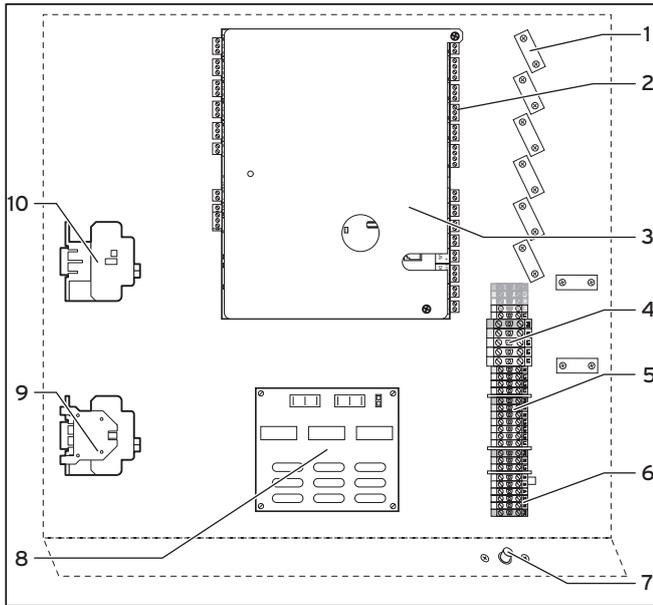

Abb. 5.1 Elektro-Schaltkasten
Legende zu Abb. 5.1
- Montieren Sie die Platine des Anlaufstrombegrenzers, wie in dessen Anleitung beschrieben, unter der Reglerplatine (siehe Abb. 5.1).